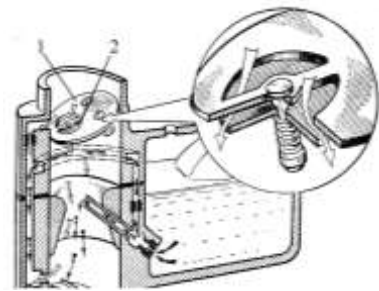

Рис. 6
* Пускового пристрою (рис. 6).